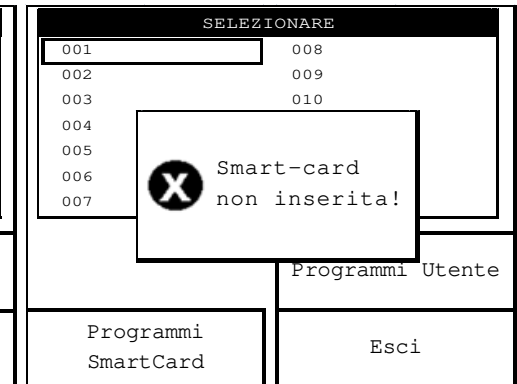

Fig.12
**NOTA:** Se la smart-card non è inserita, l'operatore viene informato mediante un messaggio di allarme (vedi fig.12) che lo informa del mancato inserimento della smart-card nella propria sede e quindi l'impossibilità di poter proseguire nell'operazione di memorizzazione.